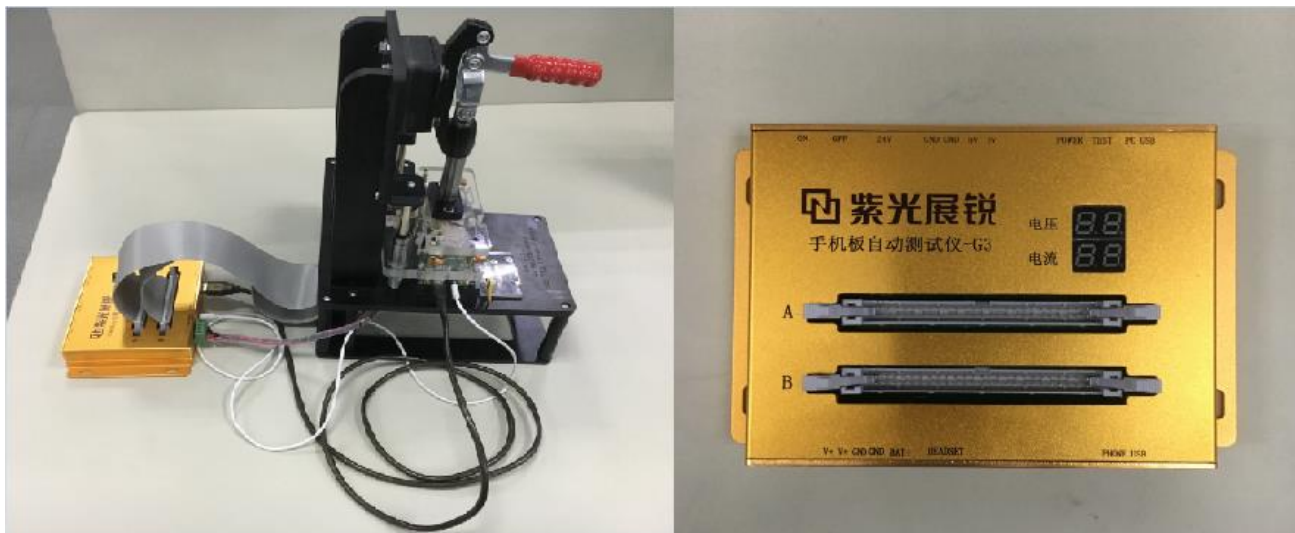

图 2.2 BBAT 单台测试站示例
BBAT 支持一台控制电脑控制多台测试夹具同时测试，最多能够控制 4 路子系统②，且可以根据操作人员效率删减站台，以充分利用操作员的操作动作，单台测试站位示意图如图 2.2。